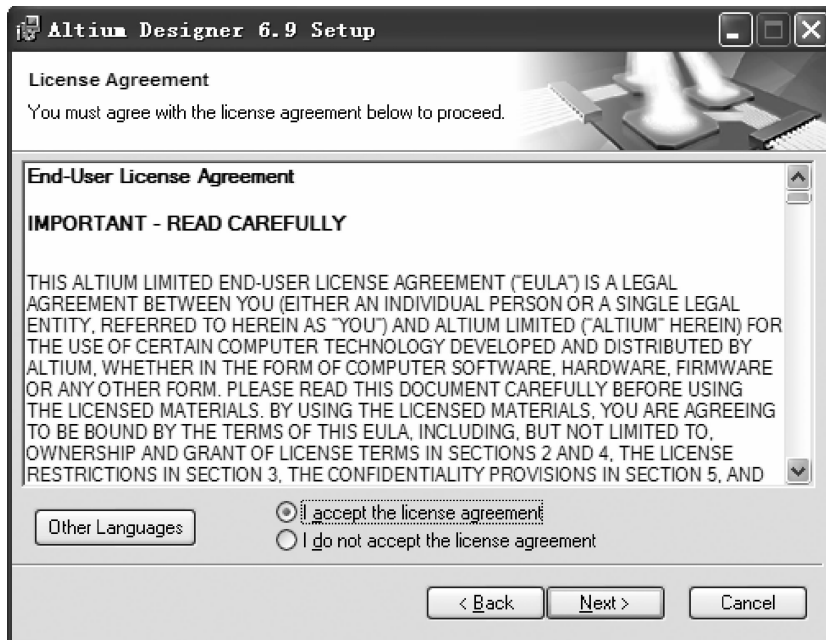

图 1-3 接受协议对话框
(2) 单击安装提示对话框中的“Next”按钮,进入图 1-3 所示的接受协议对话框。